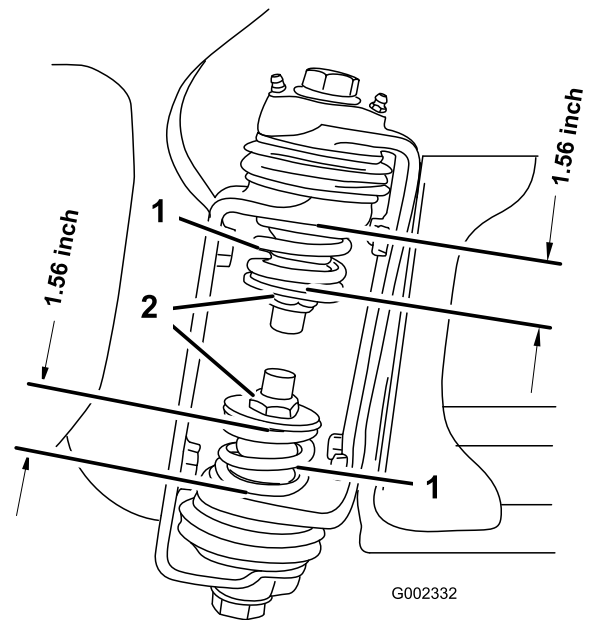

图3
3. 当喷洒臂位于伸展位置 **图3**时在喷洒臂的铰链处测量上下弹簧的压缩度。